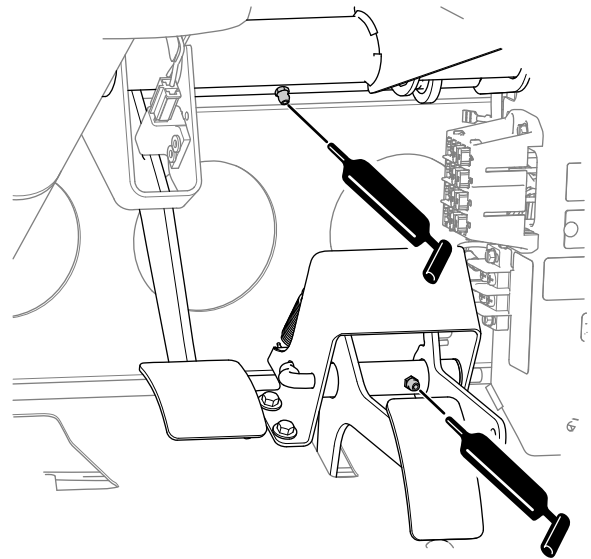

Figura 38
- **Freno (1)**; fate riferimento alla Figura 38
- **Acceleratore (1)**; fate riferimento alla Figura 38